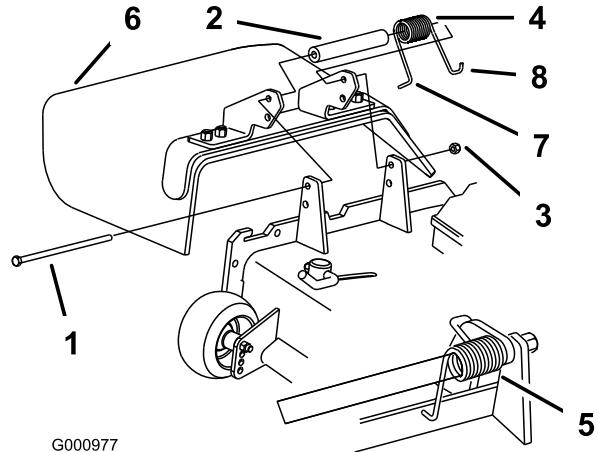

Figura 36
1. Togliete il dado di bloccaggio, il bullone, la molla e il distanziale che fissano il deflettore alle staffe orientabili del tosaerba (Figura 36). Togliete il deflettore dell'erba tagliata se è danneggiato o consumato.
3. Montate il bullone e il dado. Infilate l'estremità a gancio **J** della molla attorno al deflettore dello sfalcio (Figura 36).
Nota: Verificate che l'estremità **L** della molla si trovi dietro il bordo del piatto di taglio prima di montare il bullone, come illustrato nella Figura 36.